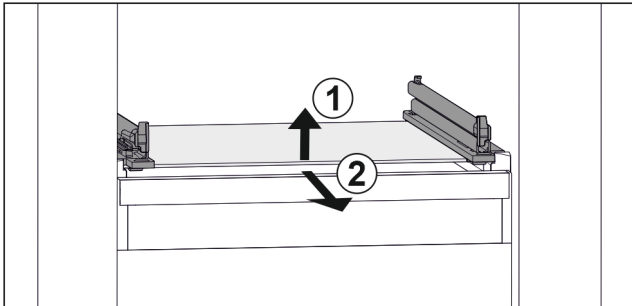

Fig. 100 Lasihyllyn esimerkinomainen kuvaus
- ▶ Nosta lasihyllyä edestä. Fig. 100 (1)
- ▶ Poista lasihylly vetämällä sitä eteenpäin. Fig. 100 (2)